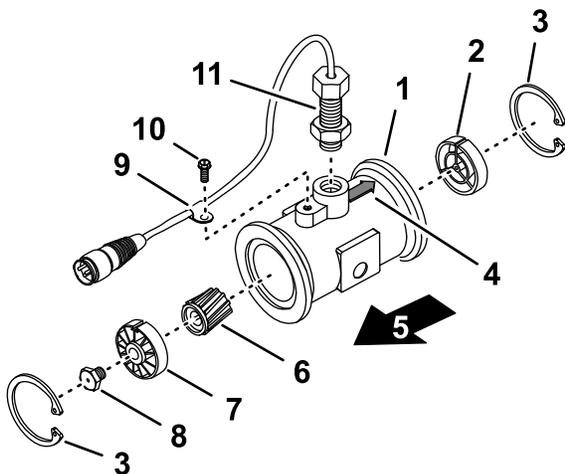

Figura 116
3. Retire o anel de retenção do lado superior (Figura 116).